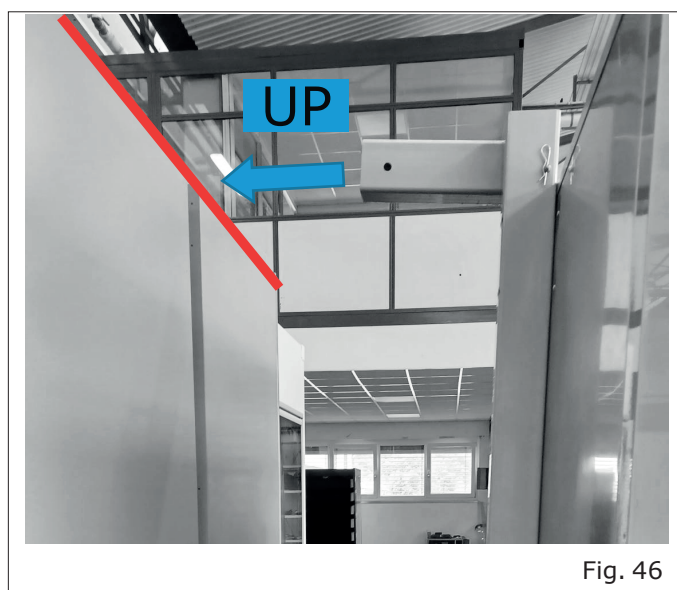
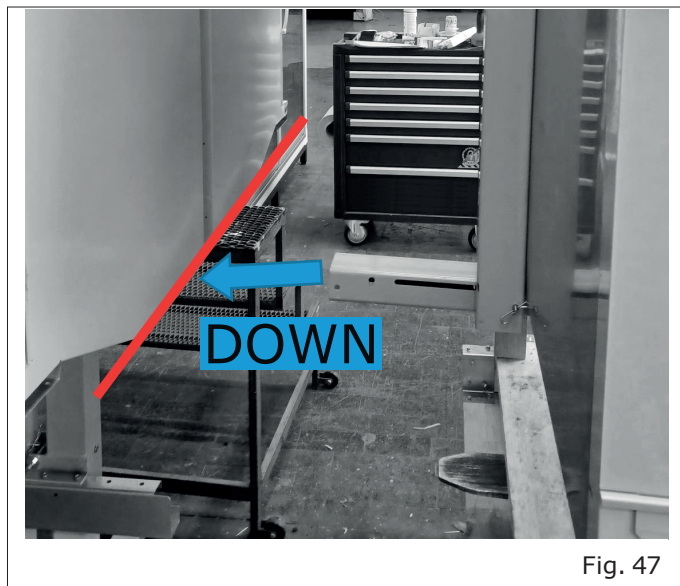

Fig. 46
Fig. 47
- Positionnez l'armoire de manière à ce que le longeron supérieur soit au-dessus de la ligne de toit de la télécabine ("Fig. 46") et que le longeron inférieur est en dessous de la ligne de la gondole ("Fig. 47 , Pag. 31").